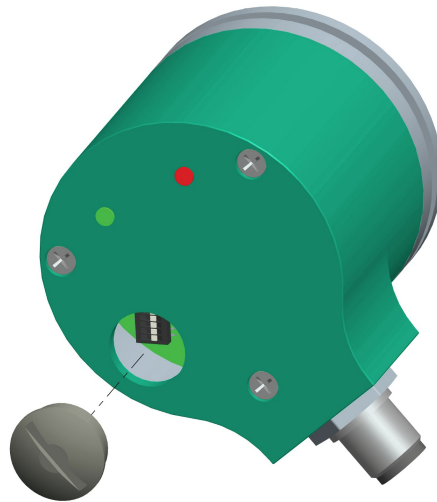
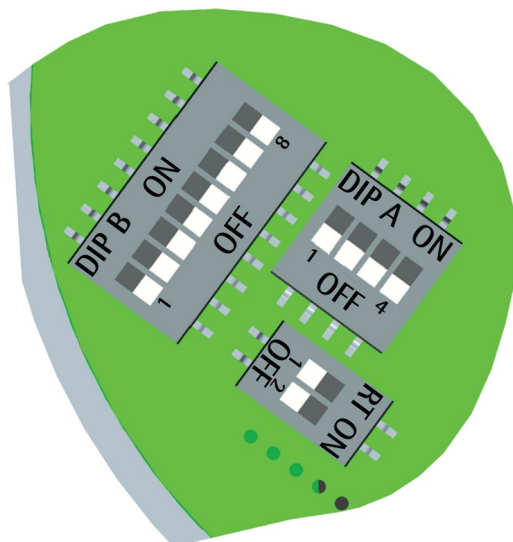

Figura 2: Accesso ai selettori
Figura 3: Selettori DIP switch
4.5 Selettori (Figura 2 e Figura 3)
4.5.1 Velocità di trasmissione dei dati: baud rate e bit di parità (Figura 3)
4.5.2 Indirizzo nodo (Figura 3)
4.5.3 Resistenza di terminazione (Figura 3)
- impostare la velocità di trasmissione dei dati (baud rate e bit di parità, si veda la sezione "4.5.1 Velocità di trasmissione dei dati: baud rate e bit di parità (Figura 3)" a pagina 27); il valore di default preimpostato da Lika Electronic è "baud rate = 19200 bit/s, parità = Even";
- impostare l'indirizzo del nodo (node ID, si veda la sezione "4.5.2 Indirizzo nodo (Figura 3)" a pagina 28); il valore di default preimpostato da Lika Electronic è "1";